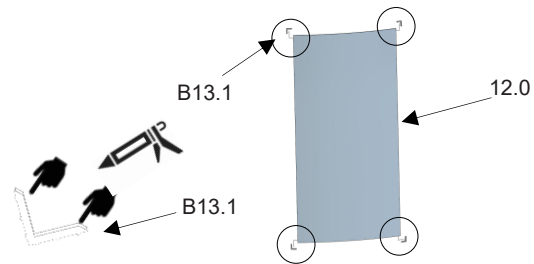

Abb.15
- montieren der Glaskantenschutz (B13.1) (je 4x) an den Seitenscheiben innen (12.0). In die Innenseiten des Glaskantenschutzes (B13.1) je einen Tropfen Silikon. (Abb.15)